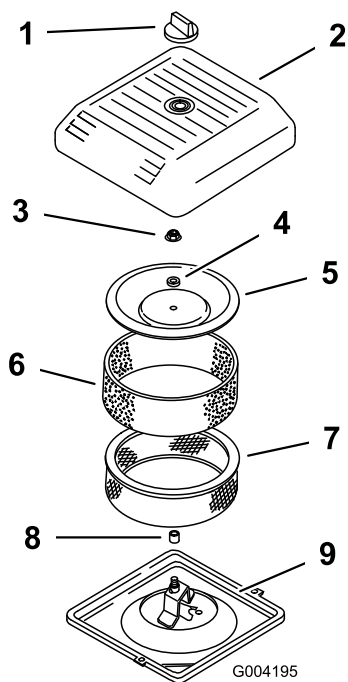

Figura 40
3. Svitare la manopola e rimuovete il coperchio del corpo del filtro (Figura 40).
- Fate scorrere attentamente il prefiltro in schiuma sintetica fuori dall'elemento di carta (Figura 40).
- Svitare il dado del coperchio e rimuovete il coperchio, il distanziale e il filtro di carta (Figura 40).
- Montate il gruppo filtro dell'aria sulla relativa base (Figura 40).
- Montate il coperchio, il distanziale e fissatelo con il dado del coperchio (Figura 40). Serrate il dado a 11 N·m.
- Montate il coperchio del filtro dell'aria e fissatelo con la manopola (Figura 40).